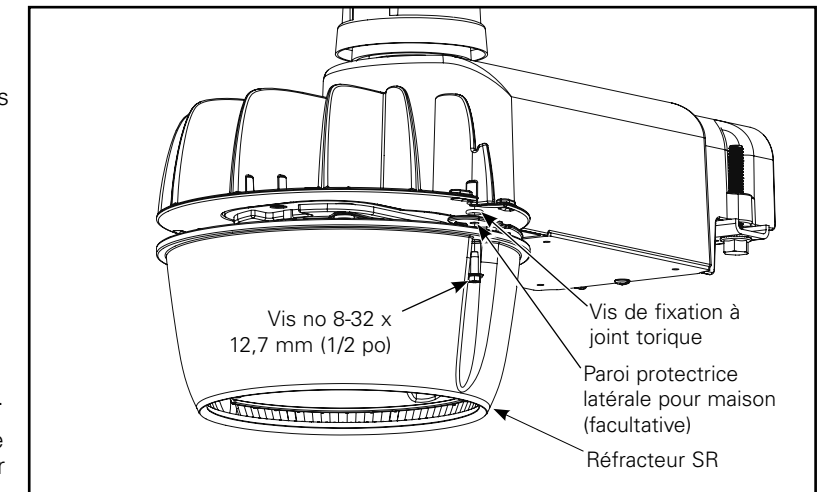

Figure 13.
3. Installez le réflecteur SR dans le boîtier moulé dans les deux emplacements de montage latéral. (Figure 13.)